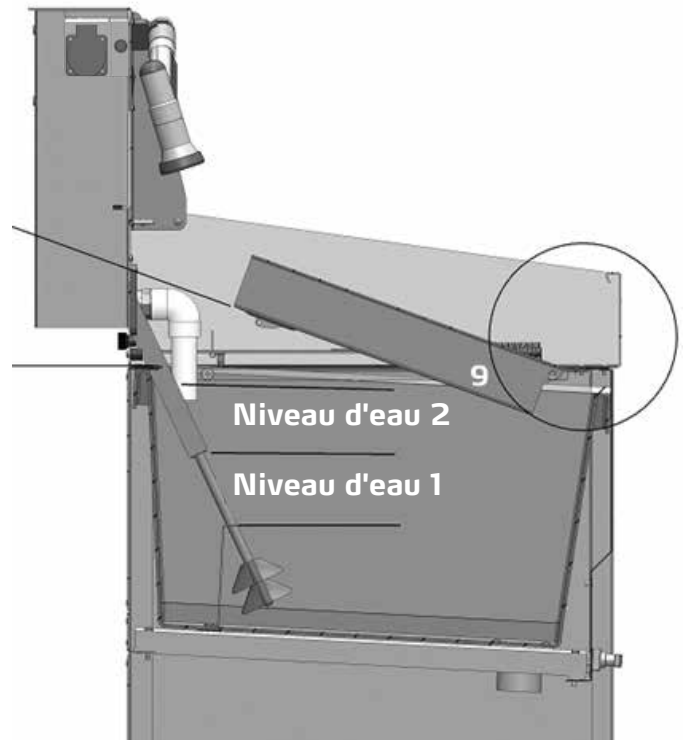

Fig. 4
- Nettoyage des rouleaux dans le bac de pré-lavage de rouleaux (fourniture avec le kit ColorFree TOP) (9) fig. 4
Avant que l'eau de lavage ne puisse être épurée par la suite du processus, un niveau d'eau minimum doit être atteint (niveau d'eau 1), fig. 4.
Se reporter à la figure 4. Le bac est accroché par les crochets de fixation (9) en l'inclinant légèrement d'environ 20° aux tourillons de réception.